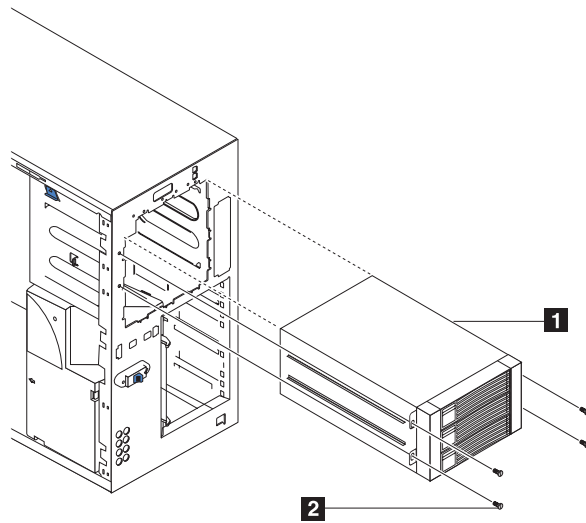
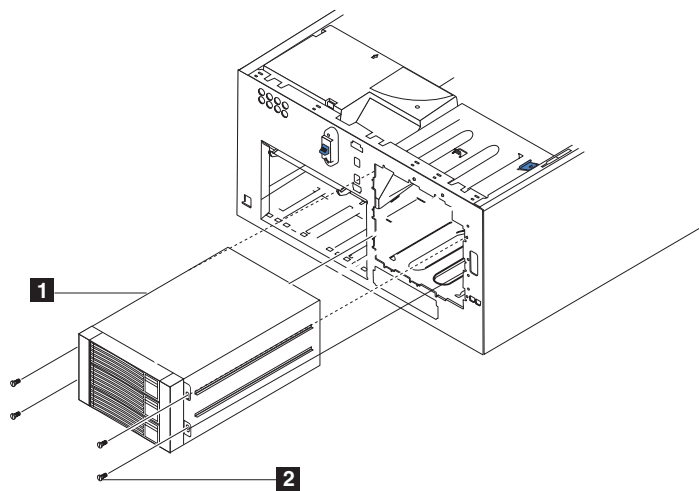

図 63. 3 パック拡張の取り付け (モデル 25T)
図 64. 3 パック拡張の接続 (ラック・マウントへの移行機能付きモデル 25T)
11. 3 パック拡張を、停止するまでエンジンにスライドさせて差し込みます。次に、提供されている 4 本のねじを使用して、オプションをエンジンに固定します (図 63 または 図 64 を参照)。
5. 3 パック拡張をシャーシに固定している 4 本のねじを取り外します (ねじの位置については、82 ページの図 63 を参照)。